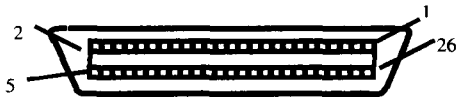

图 1.6 Centronics
- ③ Centronics, 共有 50 针, 分为两排, 8 位, 如图 1.6 所示。